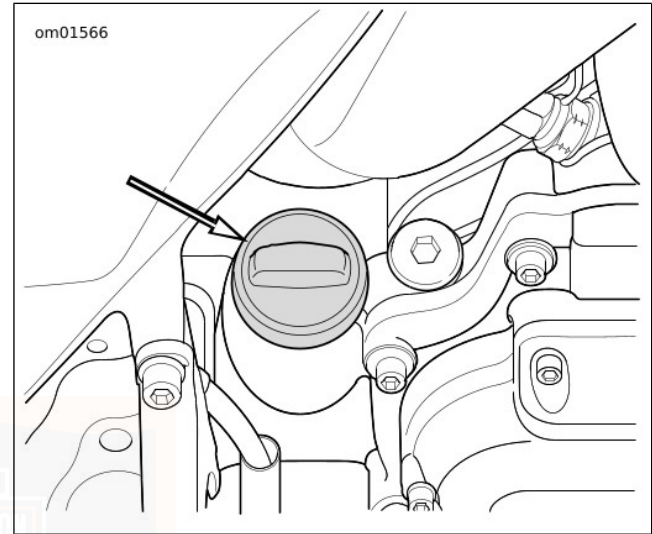

Figura 52. Tampão do reservatório do óleo do motor
2. Ver Figura 52. Remover o bujão de enchimento/vareta e limpar a vareta de nível de óleo. Introduzir a vareta e apertá-la no bocal de enchimento.
3. Ver Figura 52. Remover o bujão de enchimento/vareta e limpar a vareta de nível de óleo. Introduzir a vareta e apertá-la no bocal de enchimento.